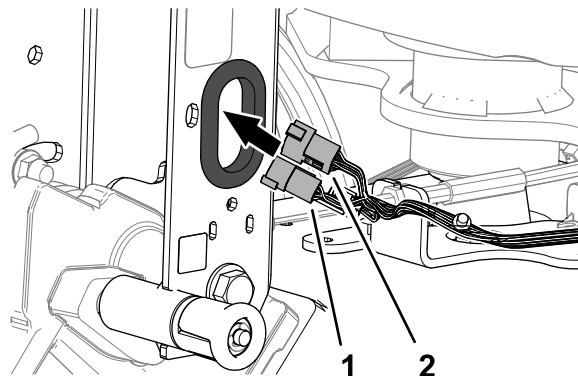

Figure 8
1. Faites passer le connecteur à 6 broches et le connecteur à 12 broches de la machine dans le passe-câble du profilé du timon (Figure 8).